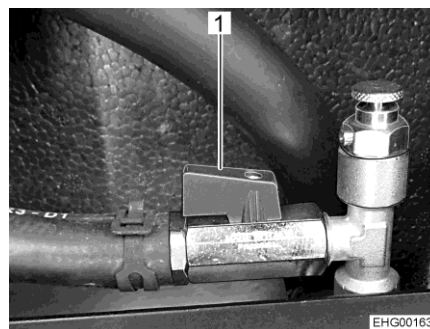

Fig. 187 Robinet à bille (ouvert)
- Placer le levier (Fig. 187,1) parallèlement à la conduite.